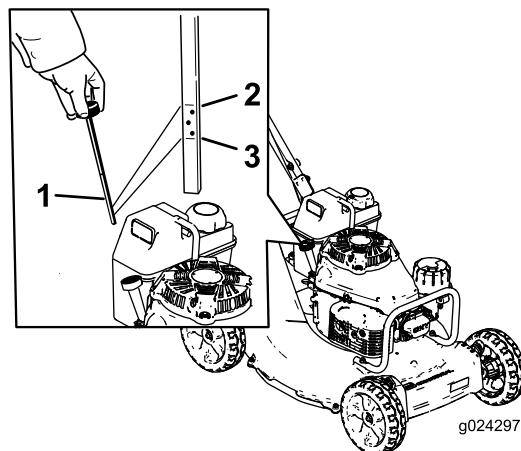

Figura 7
2. Limpie alrededor de la varilla (Figura 7).
Antes de cada uso, compruebe que el nivel de aceite está entre las marcas Add (Añadir) y Full (Lleno) de la varilla (Figura 7).